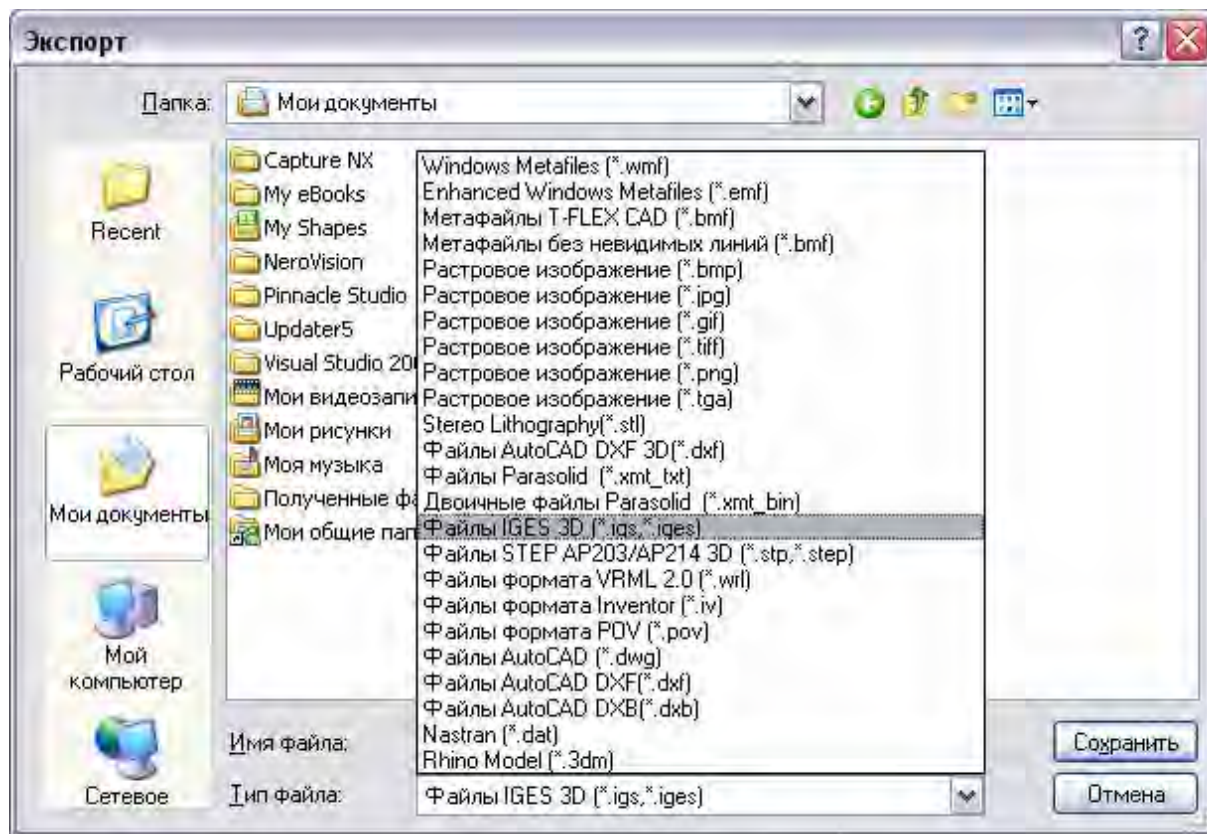

Рисунок 15 – Окно выбора формата экспорта из T-FLEX CAD
3. В появившемся окне «**Экспорт**» (см. рисунок 15) выберите один из упоминавшихся выше форматов данных, задайте новое имя модели или оставьте предложенное по умолчанию (по умолчанию предлагается имя модели T-FLEX CAD) и нажмите кнопку [**Сохранить**].